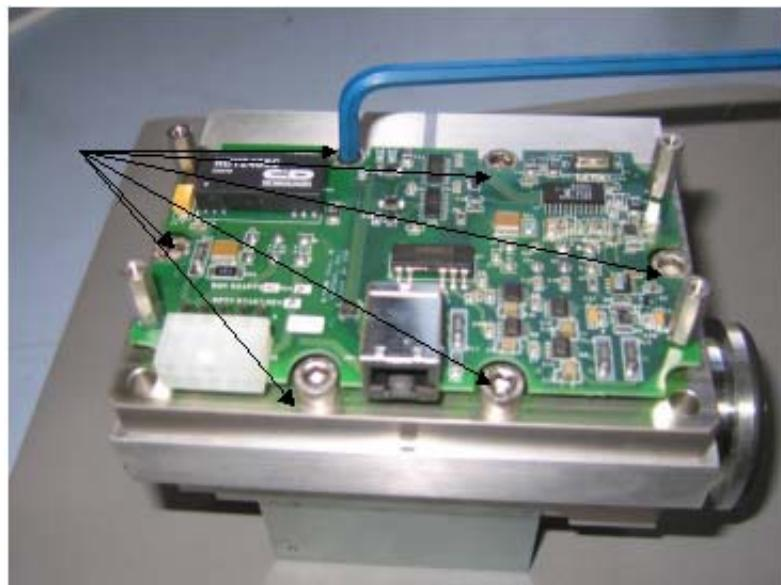

图 B-79 谱仪头部总成螺丝
7. 使用 M5 通用扳手，卸下六颗固定谱仪头部总成的螺丝（图 B-79）。